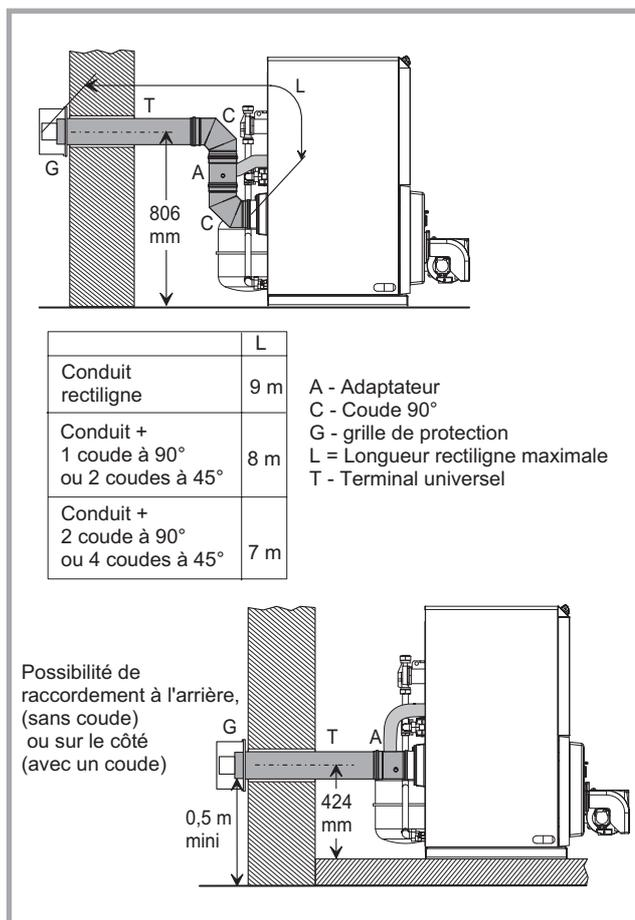

Figure 13 - Possibilités de raccordement, (type C13)
**Longueur rectiligne maximale autorisée = 9 m à partir de l'adaptateur de la chaudière (L, fig. 13).**